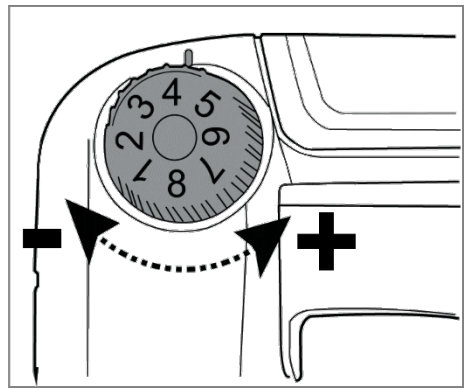

Рисунок 6
4.2.4 Регулятором дозування відкоригуйте витрату матеріалу, що розкидається (дивіться рисунок 6). Спочатку рекомендується встановлювати найнижче значення («1»), а потім збільшувати до необхідного.